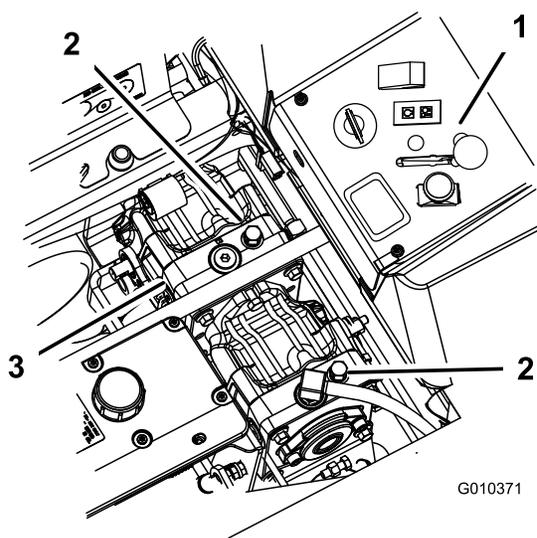

Figura 38
Rode as válvulas de derivação no sentido dos ponteiros do relógio 1 volta para operar a máquina (Figura 38).
3. Rode as válvulas de derivação no sentido contrário aos ponteiros do relógio 1 volta para empurrar (Figura 38).